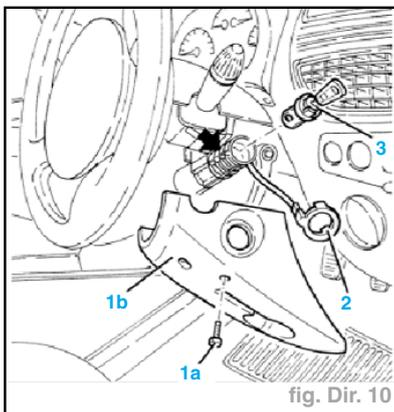

fig. Dir. 10
- Dévisser les vis (1a) et déposer le demi-boîtier inférieur de la colonne de direction (1b) (fig. Dir. 10).